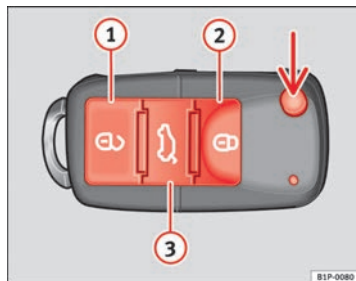

Fig. 64 Affectation des touches de la clé à radiocommande
La touche $\Rightarrow$ fig. 64 (flèche) de la radiocommande permet de débloquer le panneton de la clé.
Déverrouillage du véhicule $\Rightarrow$ fig. 64 ①.
Verrouillage du véhicule $\Rightarrow$ fig. 64 ②.
Déverrouillage du hayon. Appuyez sur la touche $\Rightarrow$ fig. 64 ③ jusqu'à ce que tous les clignotants du véhicule s'allument brièvement. Après avoir appuyé sur le bouton de déverrouillage $\Rightarrow$ fig. 64 ③, vous disposez de 2 minutes pour ouvrir le hayon. Une fois ce temps écoulé, il se verrouillera de nouveau.
D'autre part, le témoin de la pile de la clé $\Rightarrow$ fig. 64, clignotera.
En appuyant une fois sur la touche $\Rightarrow$ fig. 64 ①, seule la porte du conducteur s'ouvrira, et les autres portes resteront fermées.
Appuyez deux fois sur la touche   **fig. 64**  pour déverrouiller toutes les portes.
- Appuyez sur la touche  ⇒ fig. 64 de la radiocommande.